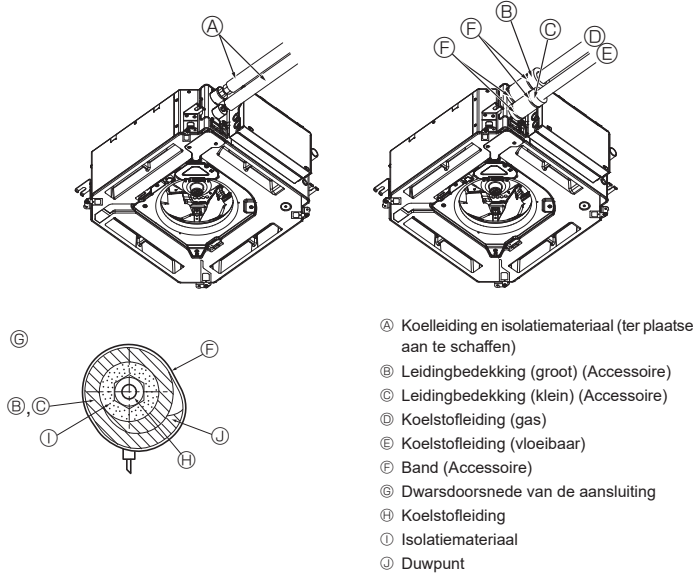

Fig. 5-8
5.5. Leidingen aansluiten (Fig. 5-8)